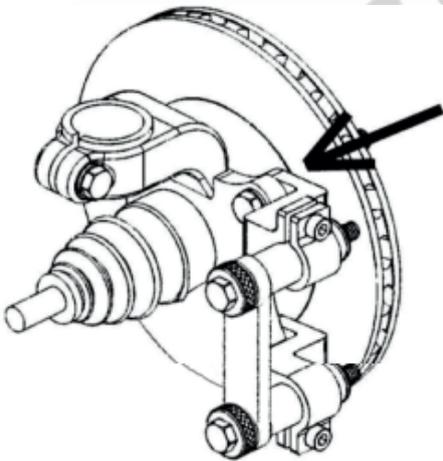

Рисунок 24
2. Используйте красный монтажный адаптер, если отверстия тормозного суппорта не имеют резьбы, см. рис.24.